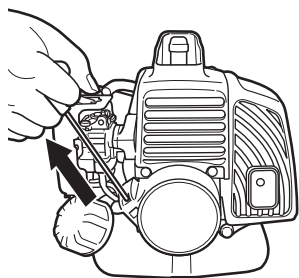

Fig. 25
3. Tire enérgicamente del arrancador de retroceso, tomando la precaución de mantener el asidero bien sujeto para evitar que se escape de la mano. (Fig. 25)